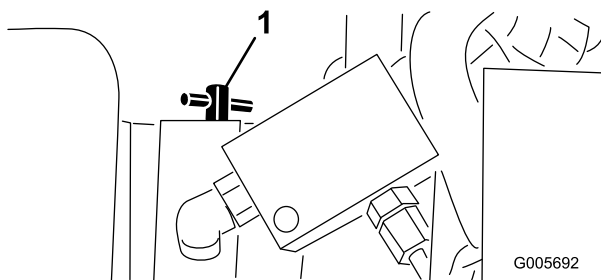

Figura 16
1. Aceda e rode a válvula de derivação na transmissão (Figura 16) no sentido contrário aos ponteiros do relógio, dando 1/2 a 1 volta. A abertura da válvula abre uma passagem interna na bomba desviando o fluxo de óleo da transmissão. Como o fluido é desviado, a máquina pode ser pressionada sem danificar a transmissão.